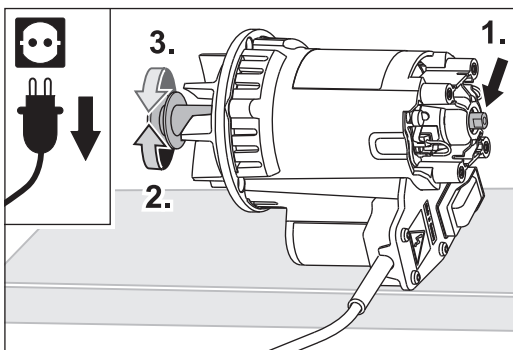

Bild 46 Håll fast motoraxelns ände med en skruvnyckel (1.) och skruva av motorremskivan från axeln (2.). Skruva på den nya motorremskivan (3.)
- 6 Håll fast motoraxelns ände med en skruvnyckel (10 mm nyckel) (bild 46, 1.) och skruva av remskivan från motoraxeln med en tång (bild 46, 2.).
- 9 Skruva på den nya motorremskivan på motoraxeln (bild 46, 3.).